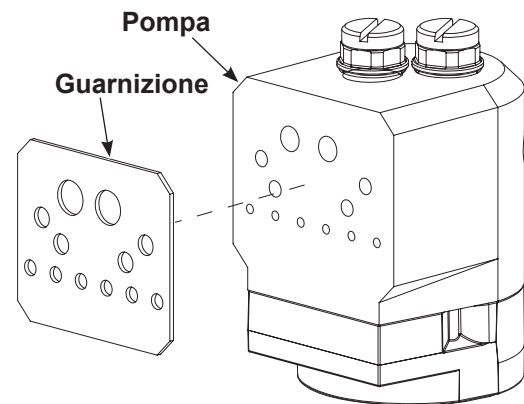

Figura 27 Sostituzione della guarnizione della pompa
1. Vedi Figura 27. Rimuovere la guarnizione della pompa dalla pompa.